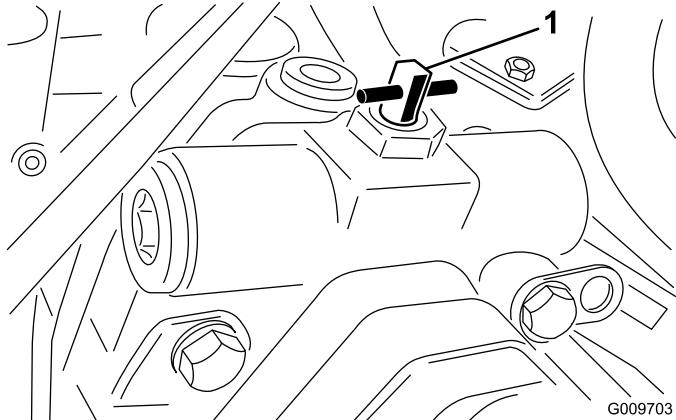

Bild 18
2. Drehen Sie das Ventil um eine Vierteldrehung nach rechts oder links, um es zu öffnen und Öl intern abzulenken (Bild 18). Weil das Öl abgelenkt